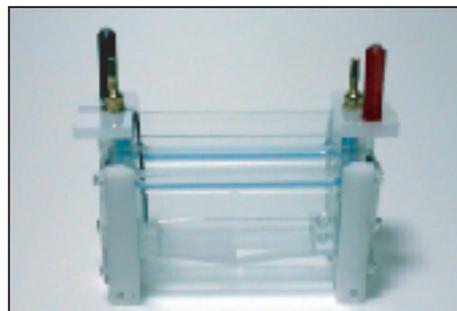

図4
5. カセットホルダーを押し上げた際、装着した**XV PANTERA Gel**カセットが上方に少しズレることがありますので、**XV PANTERA Gel**カセット上部を軽く押し下げて下さい。(図4)